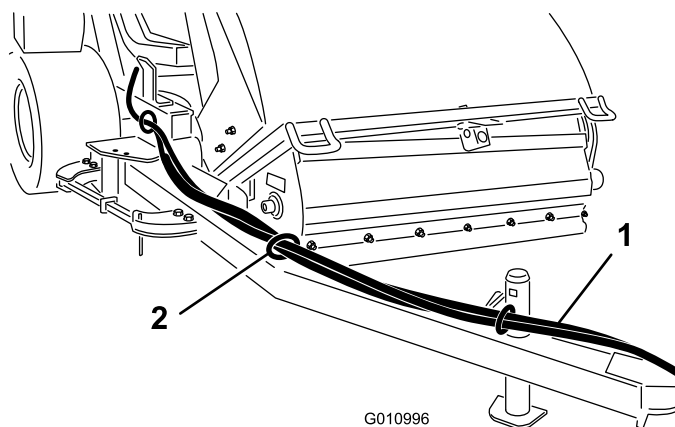

図 10
1. 油圧ホースとワイヤ・ハーネスをホース・ガイドに通してヒッチ・トングの前へ引き出す（図 10）。